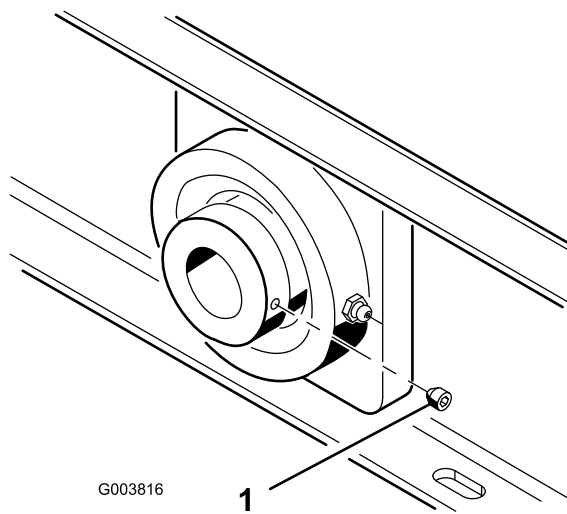

Bild 15
- Die Stellschrauben für das Lüfterwellenlager (Bild 15) müssen auf 6,6 bis 9,3 Nm angezogen werden.